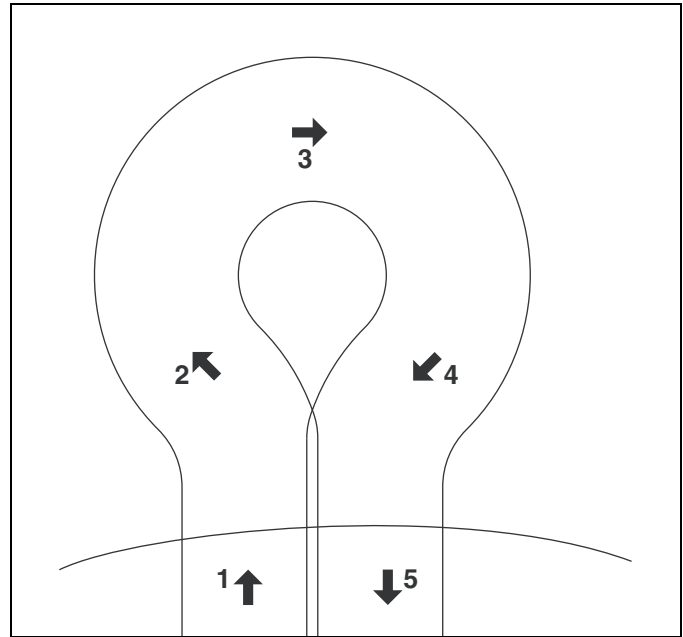

Figura 6F
- e. Para girar a la derecha, gire el cortacésped ligeramente a la izquierda (**2**). Cuando el cortacésped se haya movido alrededor de la mitad de su propia anchura a la izquierda, gírelo rápidamente a la derecha (**3 y 4**), guiándolo con la mano derecha. Este método permite girar rápidamente en pocos pasos. [Figura 6F]